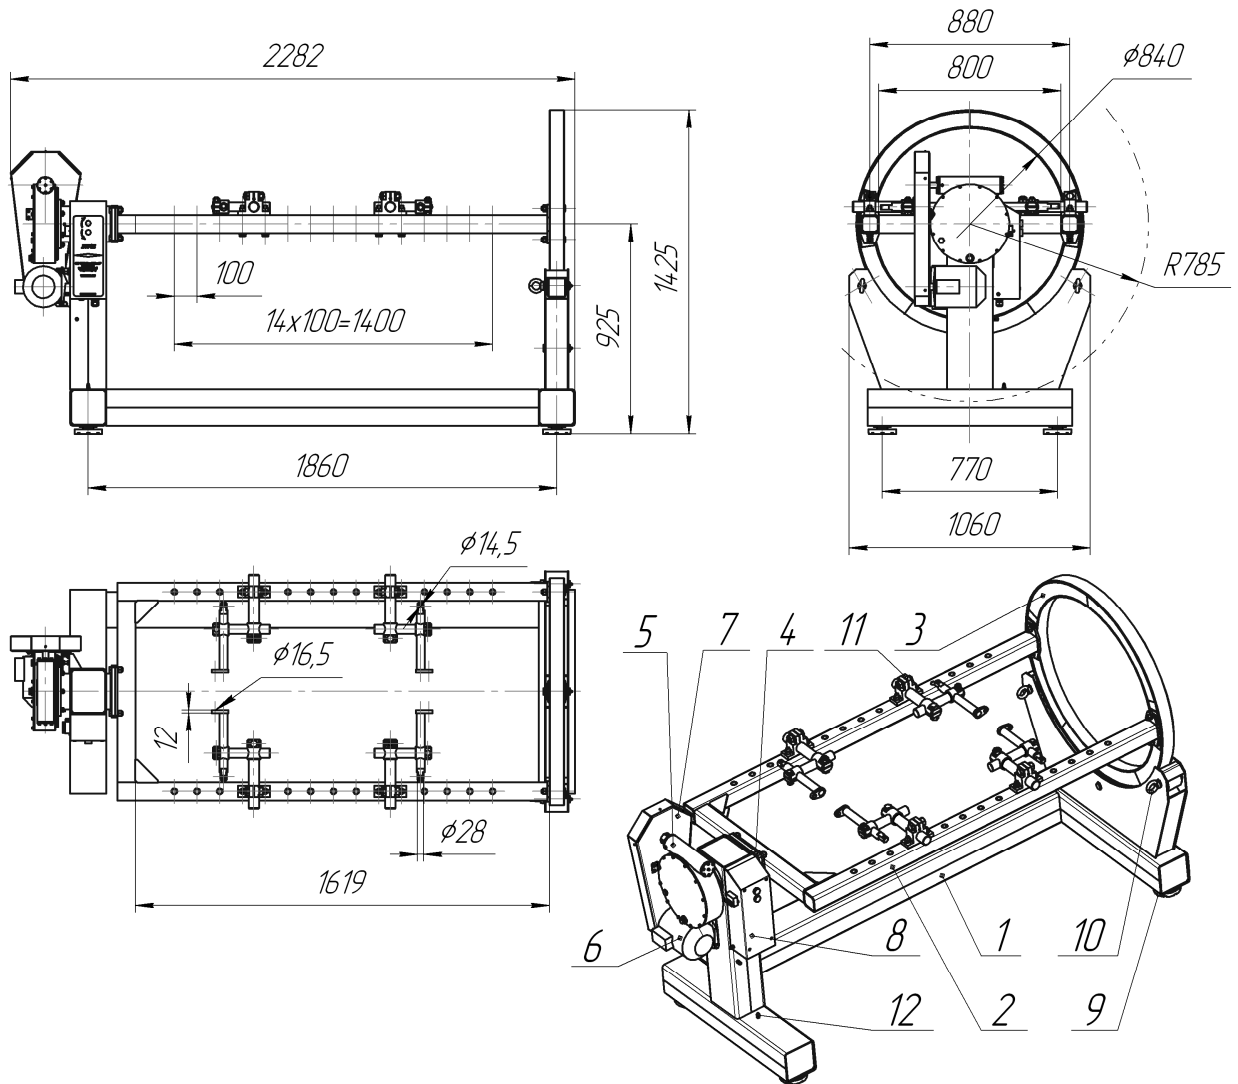

Рис. 1 Стенд P770E
4.1. Двигатель, установленный через адаптеры 11 (рис. 1) на траверсу 2, поворачивается вращением тихоходного вала червячного редуктора 5 в положение наиболее удобное для работы. Редуктор соединен с траверсой шпинделем 4. С противоположной стороны траверса жестко закреплена с опорным кольцом 3. Кольцо опирается на три ролика, закрепленных в раме 1. Вращение быстроходного вала червячного редуктора осуществляет электродвигателем 6 через клиноременную передачу.